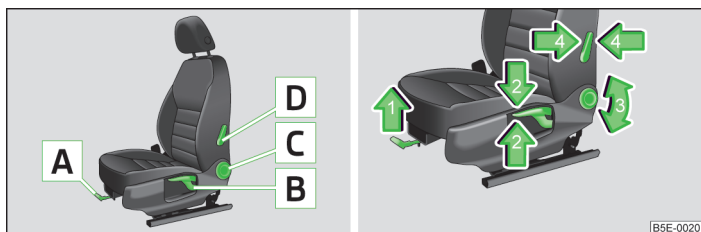

Fig. 44 Elemente de comandă pentru reglarea manuală a scaunelor
► Trageți maneta **A** » fig. 44 în sensul săgeții 1 și împingeți scaunul în direcția dorită.
► Trageți, respectiv împingeți repetat maneta **B** » fig. 44 în sensul uneia dintre săgețile 2.
► Eliberați spătarul (nu vă sprijiniți) și rotiți rozeta **C** » fig. 44 în sensul săgeții 3.
► Apăsăți maneta **D** » fig. 44 în sensul uneia dintre săgețile 4